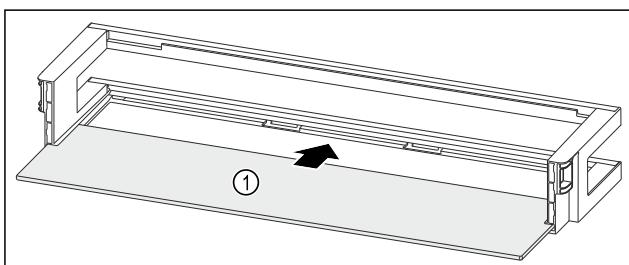

Fig. 134 Дверная полка со съемной полкой
- Вдвиньте съемную полку Fig. 134 (1) в боковые пазы.